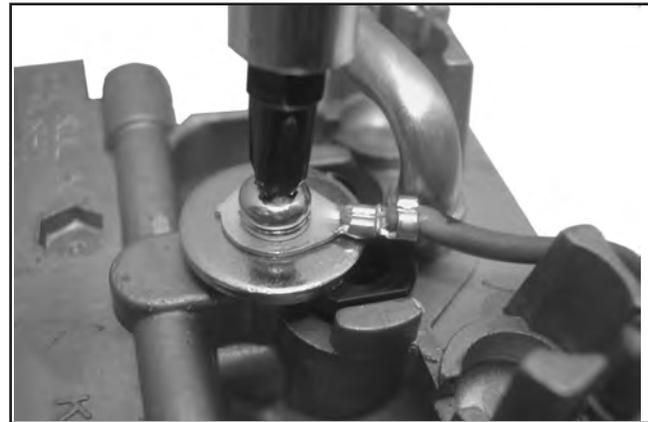

Abbildung 11-79. Anschluss Massekabel (zweizylindriger Vergaser).
4. Das Massekabel und das Kabel des Kraftstoffabstellmagneten aus dem Lieferumfang anschließen. Siehe Abbildung 11-79.